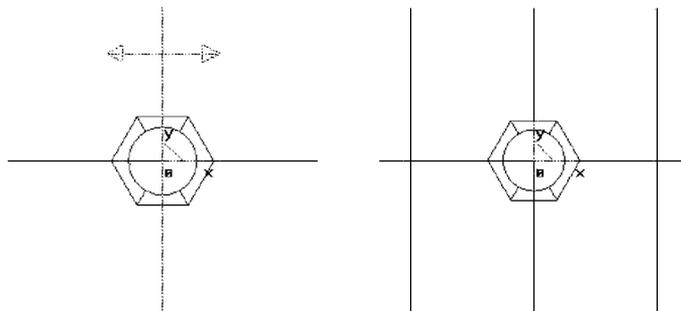

图 2-1-15 相距 80 的轮廓线
② 在“等距线”立即菜单的【距离】中输入“40”,系统提示“拾取曲线”,拾取垂直基准线,系统再提示“选择等距方向”,分别在垂直线的左侧和右侧单击,则绘制出相距 80 的两条轮廓线,如图 2-1-15 所示。